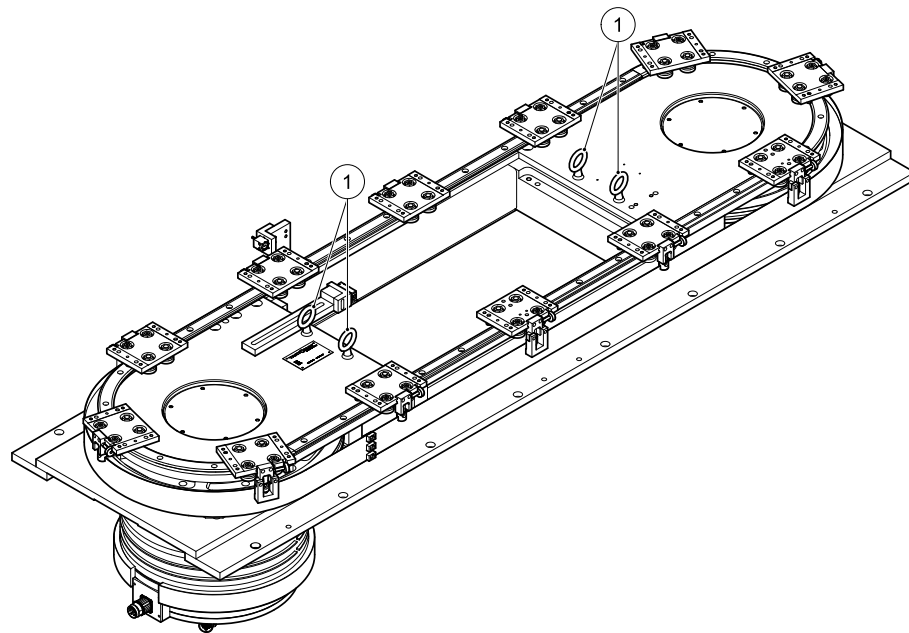

Bild 2 Anordnung der Ringschrauben
Das Lineartaktband kann mit einem Transportgeschirr und einem Kran oder mit dem Gabelstapler transportiert werden. Für das Anschlagen des Gurtgehänges sind vier Ringschrauben (Bild 2/1 auf Seite 12) (Zubehör) auf dem Lineartaktband einzuschrauben.
Das Lineartaktband wird verpackt auf einer Palette angeliefert. An der Lineareinheit sind vier Ringschrauben (Bild 2/1) eingeschraubt, an denen ein Gurtgehänge angeschlagen werden kann.
Nach dem Einbau die vier Ringschrauben (Bild 2/1) entfernen.
- (3) Vier Ringschrauben (Bild 2/1) einschrauben und Transportgeschirr einhängen.